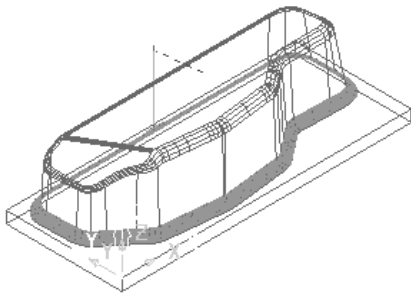

图 5-97 生成的刀具路径 6
- 2) 在“曲面精加工”对话框中单击“应用”按钮和“接受”按钮, 确定参数并退出对话框, 生成的刀具路径如图 5-97 所示。